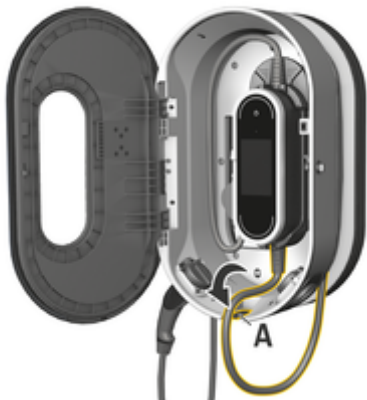

Fig. 129: Ligar a unidade de comando
3. Passe o cabo do veículo através da abertura A (Fig. 129) e enrole qualquer excesso de cabo em torno da estação de carga.